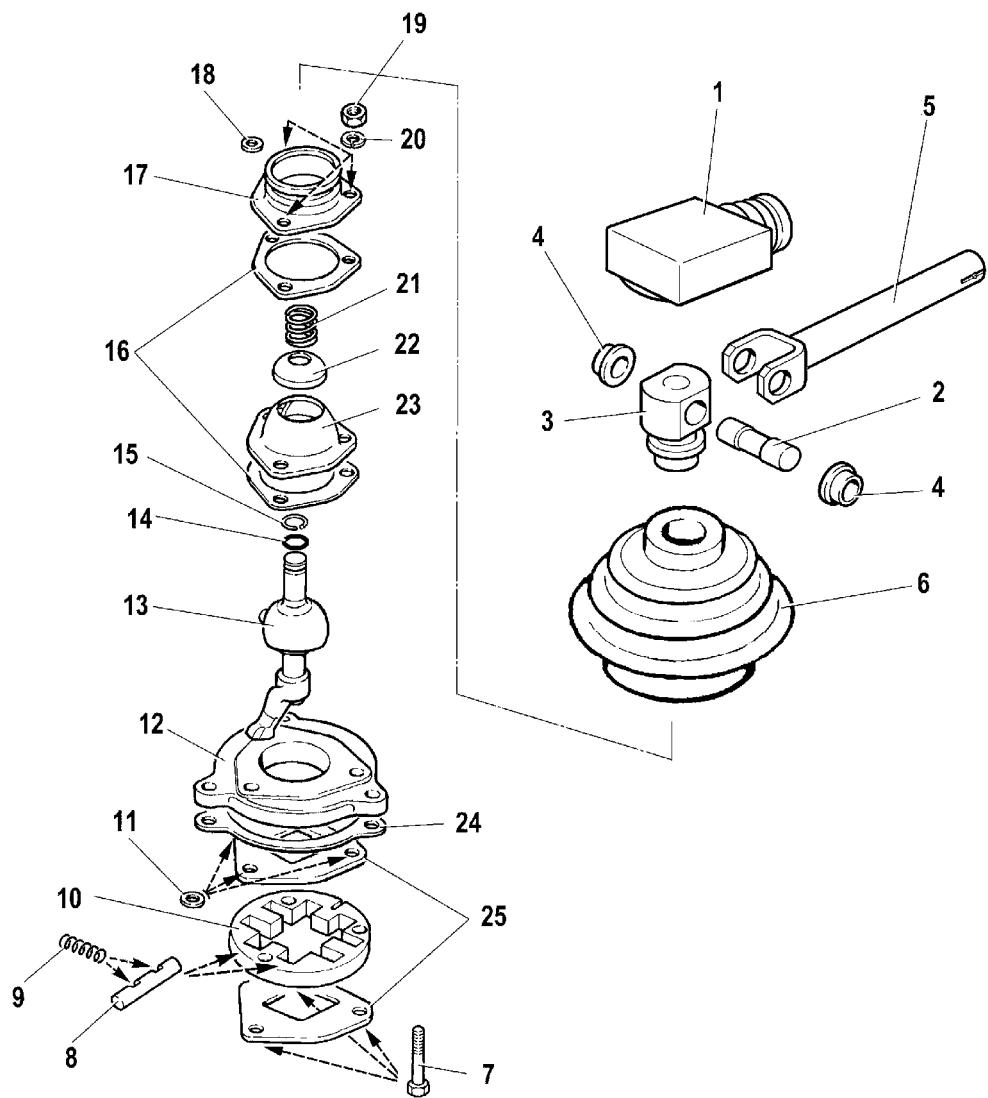

Рис. 3-29. Детали механизма выбора передач:
- Снимите защитные чехлы 1 и 6 (рис. 3-29);